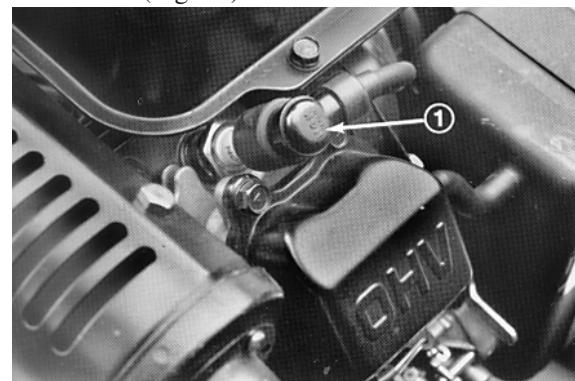

Fig. 25
- Pulire attorno alla candela e toglierla dalla testa del cilindro (Fig. 25)